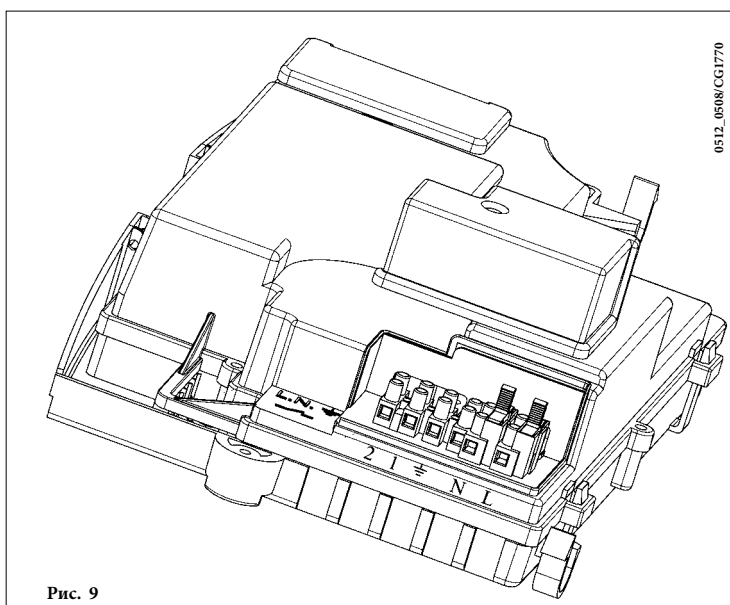

Рис. 9
- для доступу до контактів зняти кришку (рис. 9).
- відкрийте доступ до клем підключення електроживлення (рис. 9);
- підключіть двопровідний кабель, що йде від термостата, до клем (1) і (2);
Якщо не використовується кімнатний термостат, необхідно поставити перемичку на контакти **1-2** клемної колодки **M1** (рис. 9).